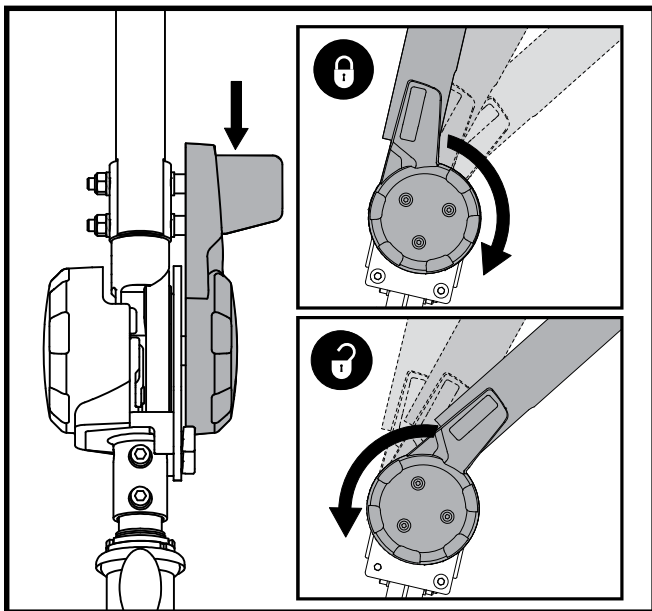

Abb. 10. Lenkersicherungshebel
1. Entfernen Sie den Sitz und das Batteriepack (siehe „Vorgehensweise zur Zerlegung“ auf der vorherigen Seite), senken den Lenker ab und ziehen den Lenkersicherungshebel an. **Siehe Abb. 10.**
3. Den Hebel anheben und fest den Lenkersicherungshebel drücken. **Siehe Abb. 10.**